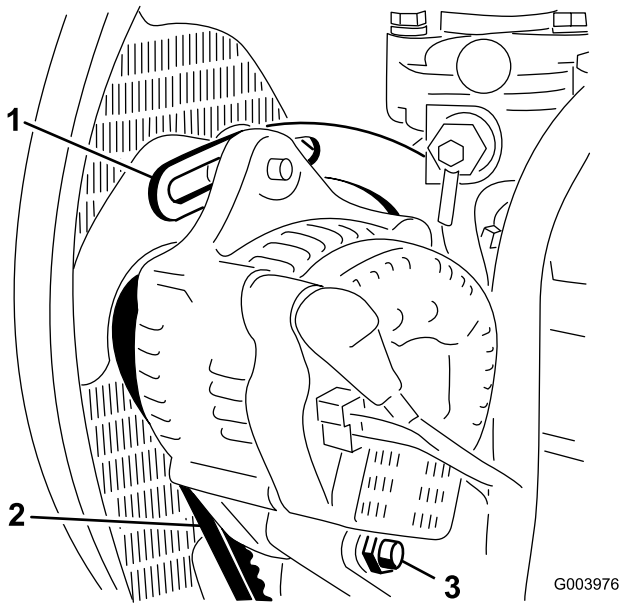

図 76
2. オルタネータ側プーリとクランクシャフト側プーリ間の中央部(図 76)でベルトを指で 10 kg 程度の力で押して点検する。
3. ブレースをエンジンに固定しているボルト(図 76)と、オルタネータをブレースとピボット・ボルトに固定しているボルトをゆるめる。